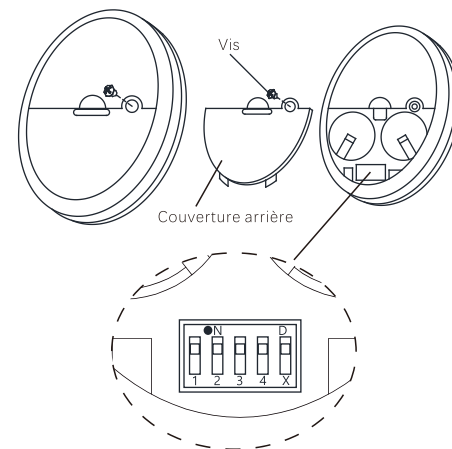

Fig.20
## INSTALLATION DES BATTERIES DU TRANSMETTEUR (Fig.20)
**Étape 1.** Le couvercle arrière de l'émetteur et la vis de sécurité sont enlevés. (Fig.20)
## RÉGLAGE DES INTERRUPTEURS DE FRÉQUENCE « 1-4 » (Fig.20)
## RÉGLAGE DE L'INTERRUPTEUR DE FONCTION DE L'ÉCLAIRAGE « D/X » (Fig.20)